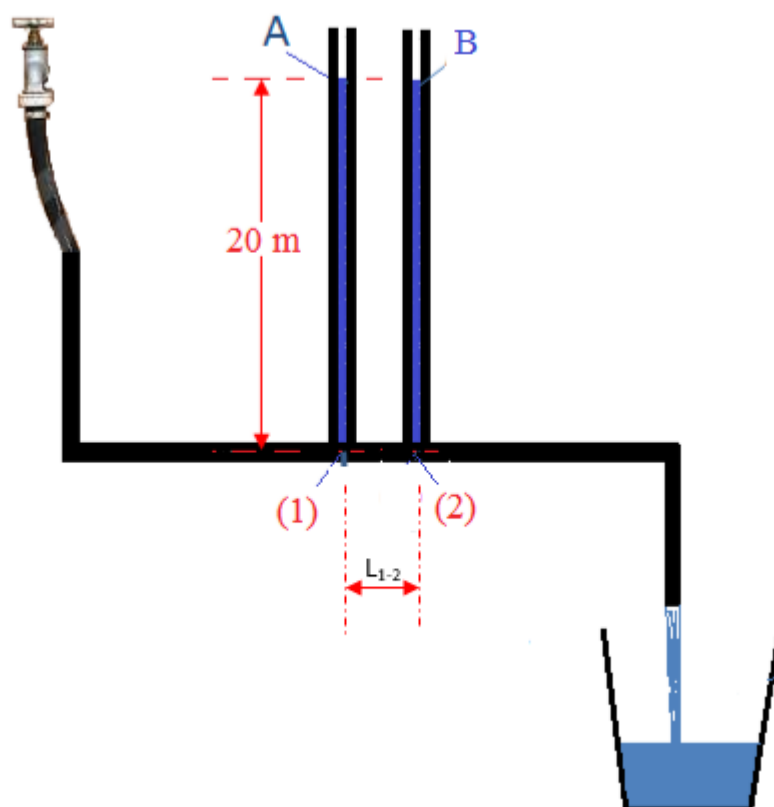

Figura 33
A única possibilidade de ocorrer na prática seria as seções (1) e (2) estarem muito próximas, ou seja, L_{1-2} ser desprezível (figura 33).